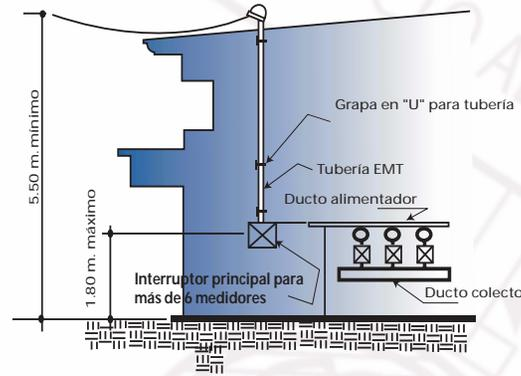

Figura No. 2. Ubicación de ductos o paneles de medidores en pared exterior.
• Los grupos de medidores deben colocarse en un lugar de fácil acceso para su lectura, reemplazo e inspección. (Ver Figura No. 2)